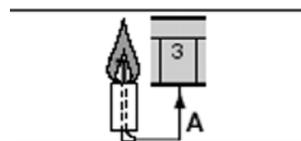

Рис. 20: Детектирование с электродом
- Проверить и аккуратно почистить фотоэлемент UV улавливания пламени и, если необходимо, заменить его. В случае возникновения сомнения, проверить контрольный контур, после того, как горелка будет вновь запущена, согласно схеме на Рис. 19 - Рис. 20;
Для контроля тока детектирования см. схему на Рис. 20. Если сигнал - ниже указанного значения, проверить положение электрода, электрические контакты и, при необходимости, заменить электрод.